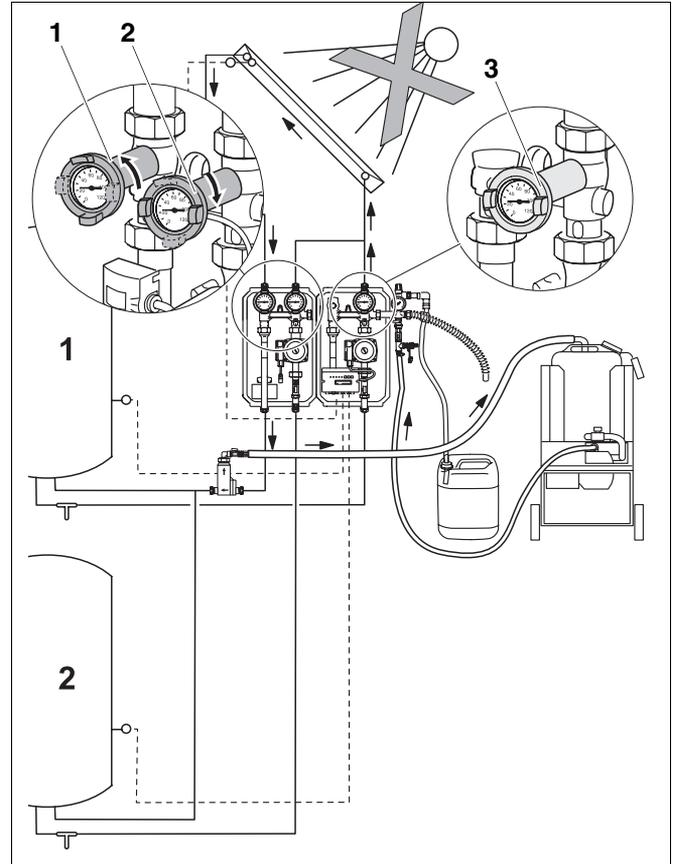

Abb. 22 Kollektorfeld spülen
- Öffnen Sie den roten Kugelhahn (Abb. 22, **Pos. 1**).
- Schließen Sie den blauen Kugelhahn (Abb. 22, **Pos. 2**) der linken Kompletstation.
- Achten Sie darauf, dass der blaue Kugelhahn (Abb. 22, **Pos. 3**) geschlossen ist.
Das Kollektorfeld wird nun gespült (siehe Pfeile in Abb. 22).
- Öffnen Sie die beiden blauen Kugelhähne (Abb. 22, **Pos. 2** und **3**, Seite 18).